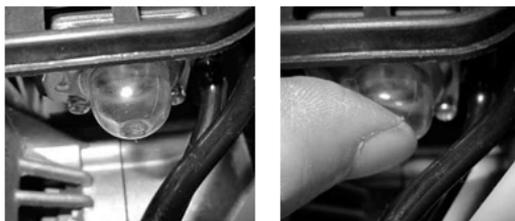

Fig.12
- 1) Appuyez plusieurs fois sur le cylindre d'amorçage jusqu'à ce qu'il soit rempli de carburant. (Fig.12)